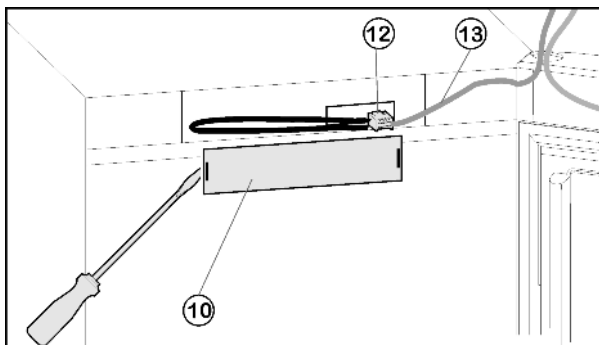

Fig. 4
- ▶ Za pomocą płaskiego śrubokrętu zdjąć płytę czołową Fig. 4 (10).
- ▶ Wyjąć styk i rozłączyć złącze wtykowe Fig. 4 (12).
- ▶ Wyjąć szary przewód Fig. 4 (13) z prowadnicy.
- ▶ Ponownie podłączyć złącze wtykowe Fig. 4 (12).
- ▶ Ponownie założyć osłonę Fig. 4 (10).